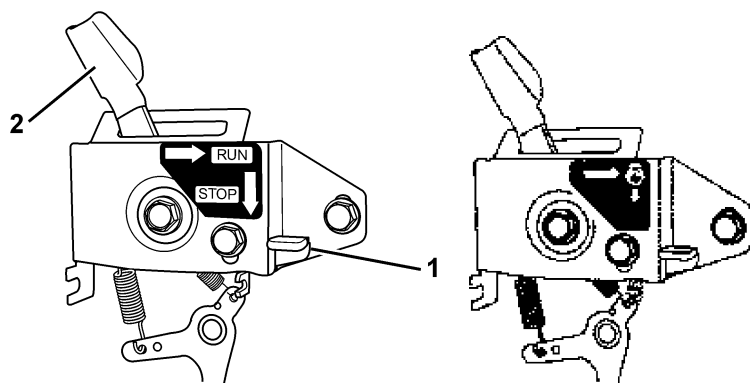

Рисунок 20
2. Если используемый регулятор оборотов двигателя аналогичен регулятору, изображенному на **Рисунке 20**, нажать кнопку STOP (**позиция 1, Рисунок 20**), и рычаг регулятора оборотов двигателя (**позиция 2, Рисунок 20**) автоматически вернется в положение STOP.